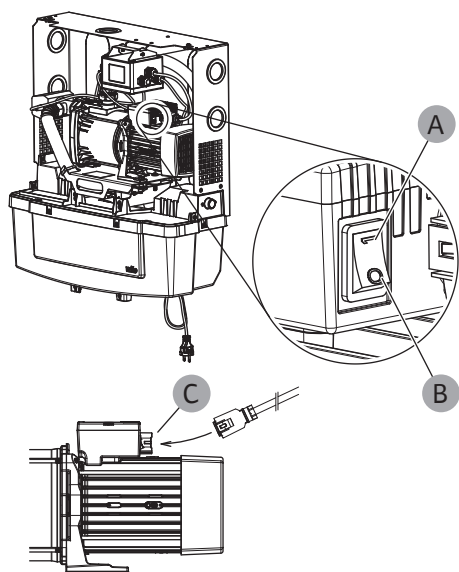

Fig. 23: Włącznik/wyłącznik i przyłącze zasilania elektrycznego
4. Sprawdzić, czy włącznik/wyłącznik pompy jest ustawiony na WŁ (Fig. 23 – A).
5. Sprawdzić, czy wtyczka do zasilania elektrycznego silnika (Fig. 23 – C) jest poprawnie podłączona.